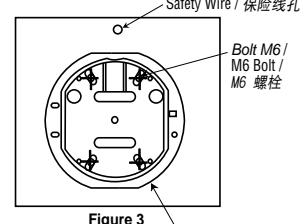

Figure 3
② Bolt the Hanger Plate Assy onto the Lower Plate as shown in Figure 3. Use M6 Bolts instead of the Carl Bolt supplied. Ensure there are no loose parts in the entire hanging structure.
② 如图 3 所示，将吊板组件栓在下模板上。请使用 M6 螺栓，不要使用随附的卡尔螺栓。确认整个吊挂结构中没有松脱的零件。